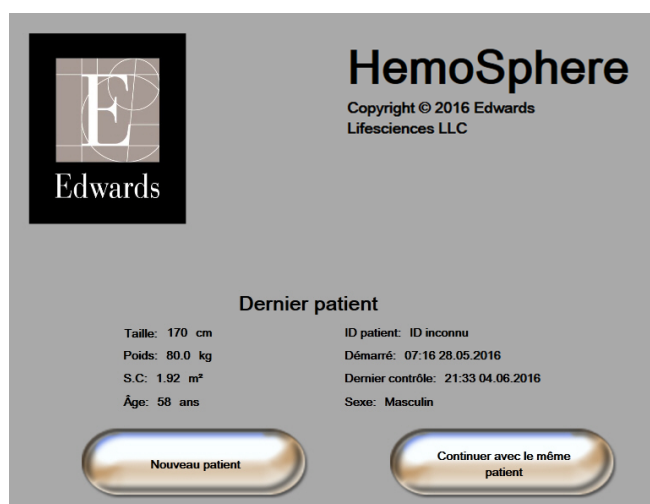

Figure 6-1 Écran Nouveau patient ou Continuer avec le même patient
Une fois le système mis sous tension, l'utilisateur a la possibilité de continuer la surveillance du dernier patient ou de commencer la surveillance d'un nouveau patient. Voir figure 6-1 ci-dessous.
- 1 Après avoir mis le moniteur sous tension, l'écran Nouveau patient ou Continuer avec le même patient s'affiche (figure 6-1). Appuyer sur **Nouveau patient** et passer à l'étape 6.